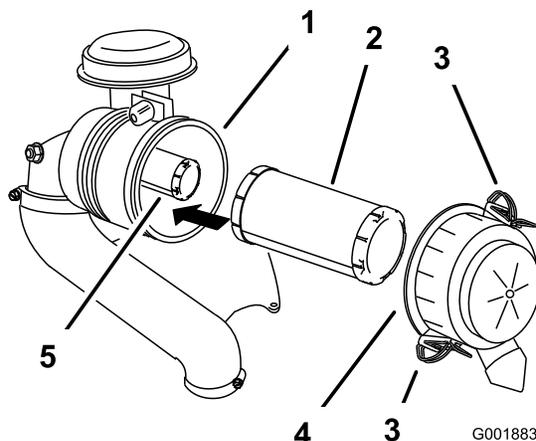

Figura 29
3. Abra los cierres del limpiador de aire y tire de la tapa del limpiador de aire para separarla de la carcasa del limpiador de aire (Figura 29).
5. Extraiga con cuidado el filtro primario de la carcasa del limpiador de aire (Figura 29).
2. Si va a cambiar el filtro de seguridad, deslícelo cuidadosamente en el cuerpo del filtro (Figura 29).
3. Deslice cuidadosamente el filtro primario por encima del filtro de seguridad (Figura 29).
4. Instale la tapa del limpiador de aire con el lado que lleva la palabra **up** hacia arriba, y fije los cierres (Figura 29).